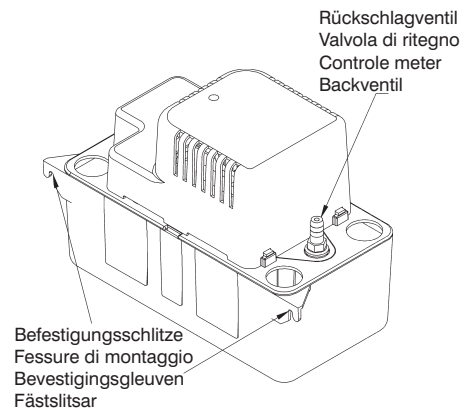

Fig. 11
2. Pumpenmontage: der Tank ist mit zwei Schlitzen versehen, mit deren Hilfe das Gerät montiert wird. Diese Schlitze befinden sich am Ende der Tankabdeckung (Fig. 11). Das Gerät sollte entweder an der Seite der Klimaanlage oder an einer nahen Wand montiert werden. Die Pumpe muß sich in ebener Lage befinden, und der Einlaß muß unterhalb der Ablaufspule liegen. Leitungsmaterialien aus Metall sind mit dem Plastik-Pumpengehäuse nicht kompatibel.
der Kondensateinheit führen. Dies bewirkt einen Saugbeeindruck, der die Wirksamkeit der Kondensateinheit verbessert und in den meisten Fällen ein Rückstromventil überflüssig macht (Fig. 11). Falls die Ausflußleitung nicht schräg nach unten gezogen werden kann, ist direkt über der Pumpe an deren höchstem Punkt ein Wasserverschluß in Form eines umgekehrten "U" herzustellen.
2. Montaggio della pompa: il serbatoio è dotato di due fessure per il montaggio dell'unità. Le fessure si trovano all'estremità del serbatoio (Fig. 11). L'unità dovrebbe essere montata a fianco del condizionatore dell'aria o su una parete vicina. La pompa dev'essere perfettamente orizzontale e l'ingresso deve trovarsi sotto lo scarico della serpentina. I raccordi non sono compatibili con l'involucro in plastica della pompa.